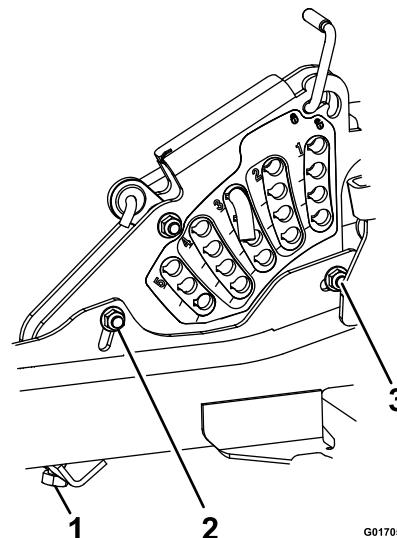

Figure 41
- 14. Si les quatre dispositifs de réglage du tablier ne disposent pas d'un réglage suffisant pour obtenir une hauteur de coupe précise avec l'inclinaison voulue, vous pouvez utiliser le réglage monopoint pour obtenir un réglage supplémentaire (voir Figure 41).